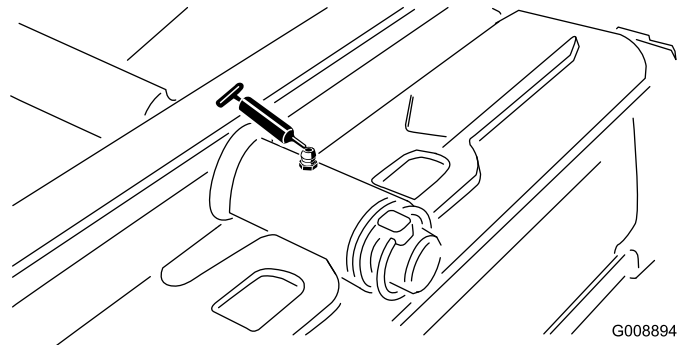

Bild 47
- Drehbüchsen am hinteren Mähwerk (Bild 47)